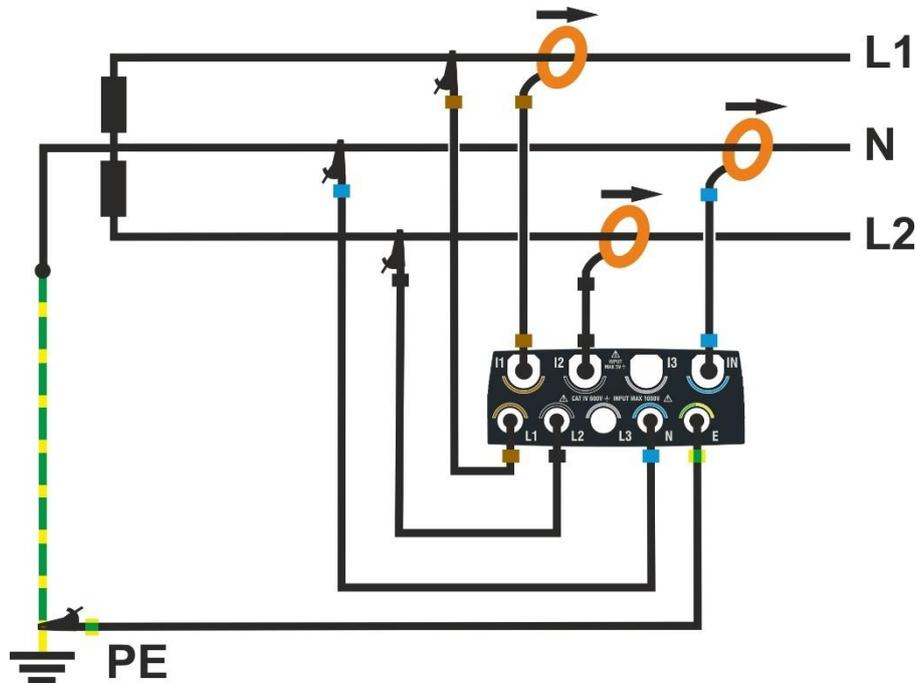

Fig. 70: Collegamento dello strumento in un sistema Monofase 3 fili 1F PC
2. Collegare i cavi di tensione sui conduttori di L1, L2, N e PE come mostrato in Fig. 70